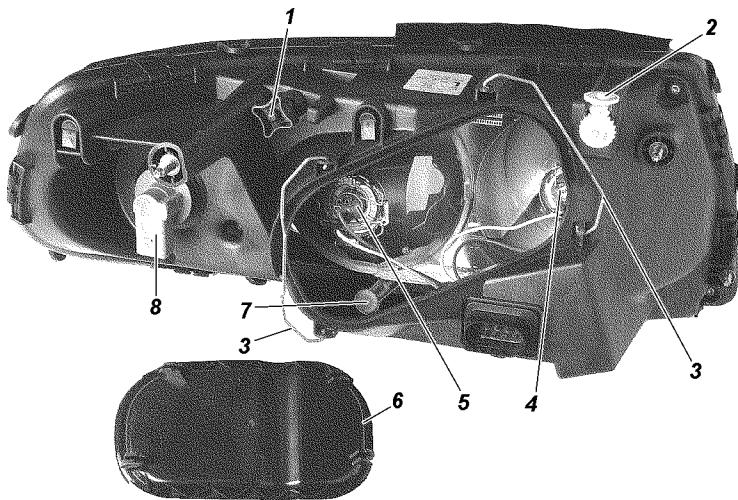

Рис. 9.30. Фара:
3. Включите ближний свет фар и, поочередно закрывая каждую фару, вращением регулировочного винта 1 (рис. 9.30) и регулировочной шестерни 2 добейтесь, чтобы светотеневая граница слева от точек Е и Е' совпадала с линией 1, а справа - с линиями 2 и 2' для левой и правой фар соответственно. Точки перелома светотеневой границы должны совпадать с точками Е и Е'.
Замена ламп фар. Для замены лампы указателей поворота снимите колодку с патрона 8 (см. рис. 9.30), поверните патрон по часовой стрелке (для правой фары) или против часовой стрелки (для левой фары) и выньте патрон в сборе с лампой.